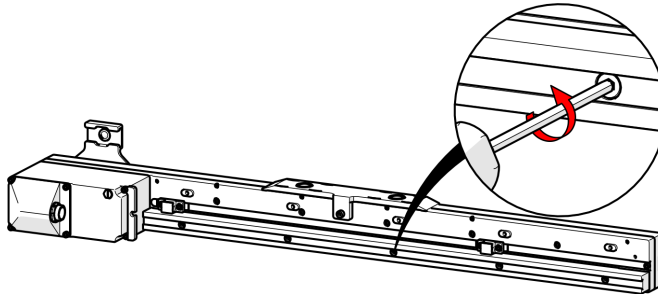

Abbildung 2-45 Entfernen der Rasterarm-Montageschiene
2. Lösen Sie alle unverlierbaren Schrauben von der Rasterarm-Montageschiene (siehe Abbildung 2-45 auf Seite 79).